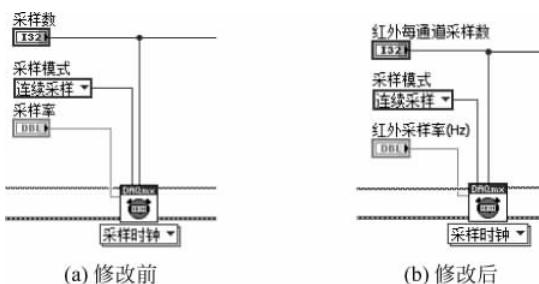

图 3-23 修改“采样数”输入控件的标签名
② 将“采样数”输入控件的标签名修改为“红外每通道采样数”，并将其输出端连接至“采样时钟”函数的“每通道采样数”输入端；将输入控件“采样率”控件的标签改为“红外采样率(Hz)”，如图 3-23 所示。